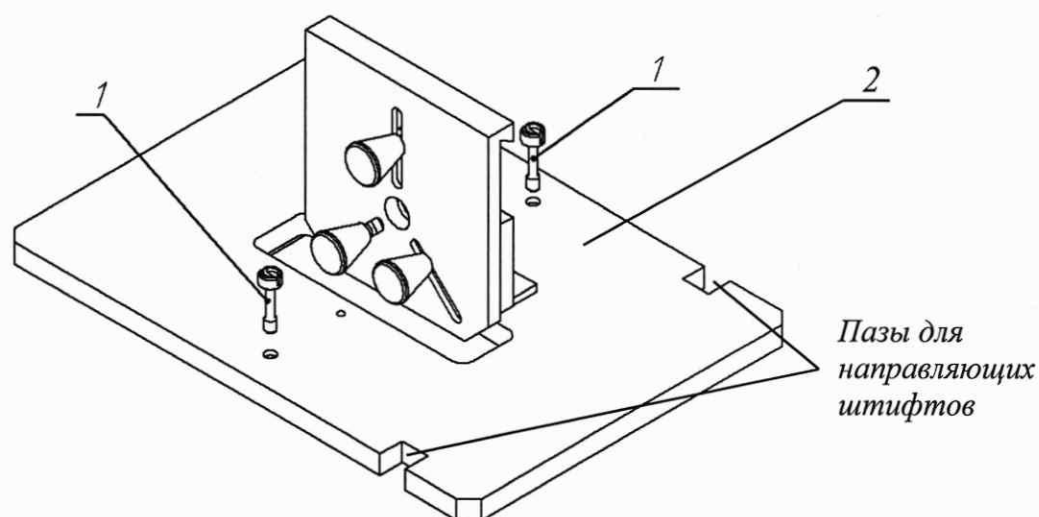

Рис. 16 Установка держателя твердых образцов
9.8.2 Установить держатель твердых образцов по направляющим штифтам, придерживая его за корпус 2 (см. Рис. 16).